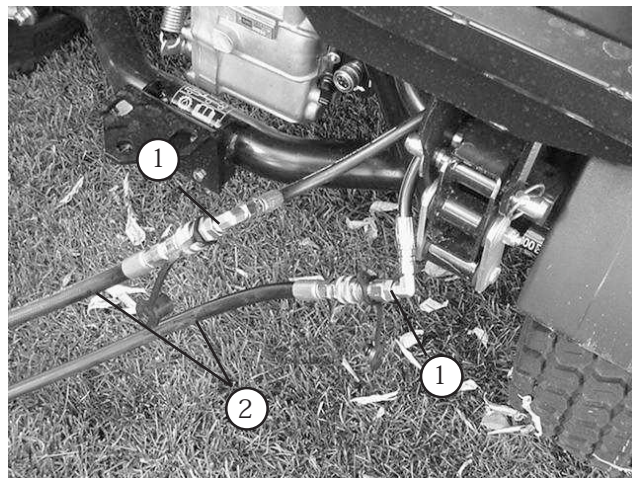

図 72
- 故障しているワークマンのカップラ・ホースに、救援用ホースをつなぐ（図 72）。使用しないフィッティングにはキャップをかぶせておく。